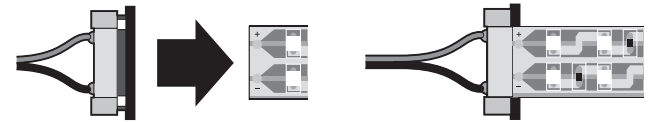

Bild 2
2. Verschluss des Einspeisungsverbinders herausziehen (Bild 2).
2. Pull out the fastener of the feed connector (fig. 2).